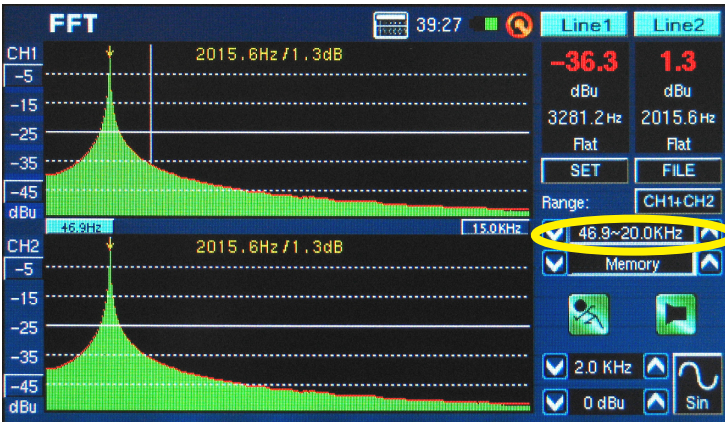

图 64
10. Frequency Range (频率范围) (图 64) – 仅可在FFT功能下选择频率范围。一共有13种可供选择的不同的频率。这样一来FFT功能即可测量任意处于0.2Hz至20KHz之间的频率。